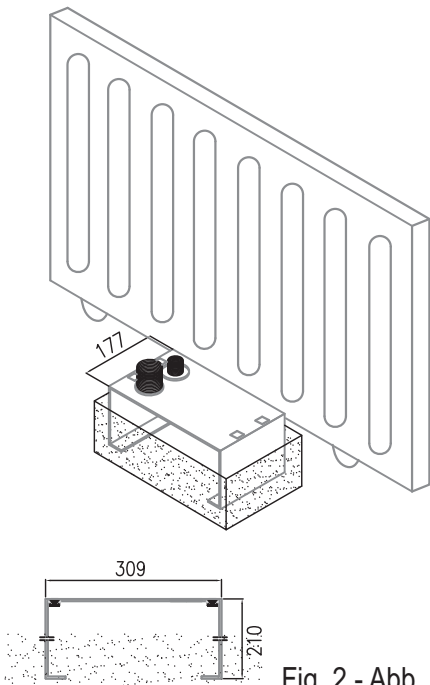

Fig. 2 - Abb. 2
1. Dig a foundation hole, taking into consideration the dimensions of the foundation plate (Fig. 2).
Take particular care of the assembly direction. The holes for the passage of the channel must be on the left (fig. 2).
1. Unter Berücksichtigung der Abmessungen der Fundamentplatte (Abb. 2) ein Fundament ausgraben.
Den Montagesinn genau beachten. Die Löcher zum Durchführen der Kanäle müssen sich links befinden (Abb. 2).
1. Maak een funderingspunt en houd daarbij rekening met de afmetingen van de funderingsplaat (afb. 2).